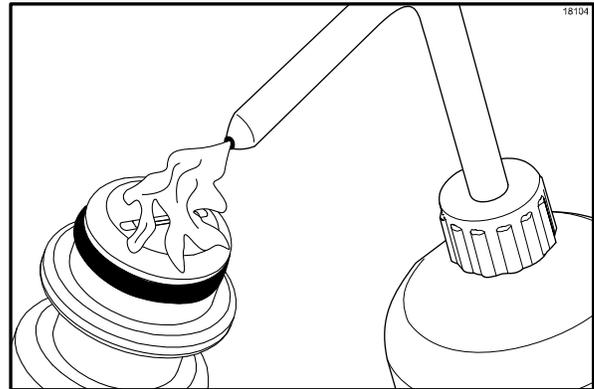

Figura 60
16. Llene la botella flexible con solución desinfectante. Sostenga la botella sobre un balde. Oprima la botella y enjuague minuciosamente las ranuras de los conectores de punta de jarabe. (Vea la figura 60).